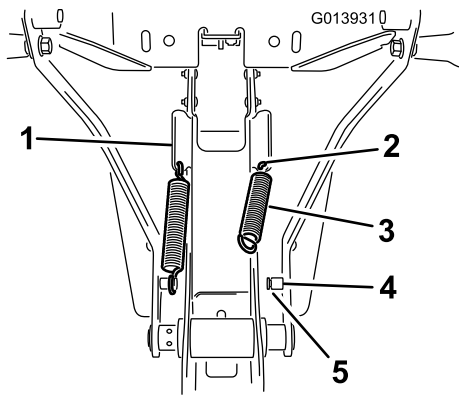

図 7
1. フレーム・アセンブリの側面にあるアングルタブの下端についている穴にスプリングを取り付ける（図 7）。
2. スプリングの一端を穴に引っ掛ける (図 7)。
3. スプリングの端部が柱の溝に適切にはまっていることを確認する (図 7)。